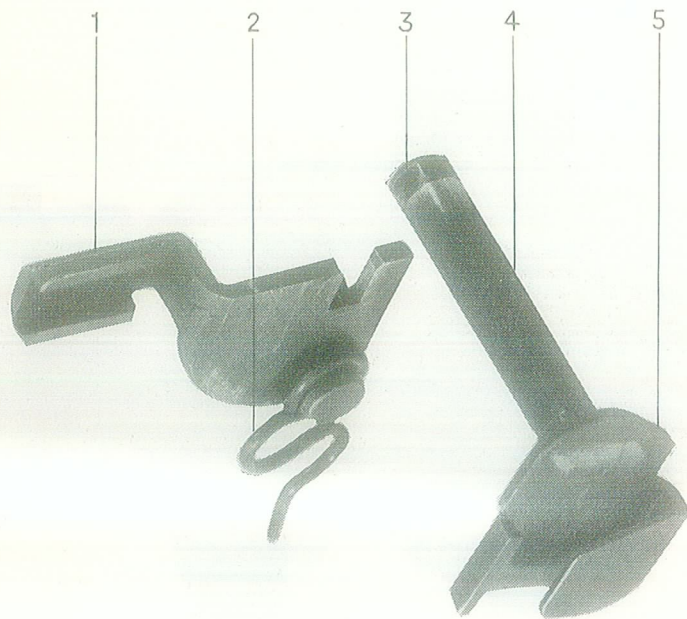

Fig. 17. - Selettore.
Il selettore (*fig. 17*) è costituito da una piastrina comando raffica (1) con perno e da un indice di tiro con molla a filo.
Fig. 17 a. - Posizione di automatico - semiautomatico.
Fig. 17 b. - Posizione di semiautomatico.
La piastrina reversibile per l'esclusione del tiro automatico (*fig. 17 a*), posta nella parte anteriore sinistra della culatta, presenta:
L'arma può essere predisposta a mezzo della piastrina reversibile per il funzionamento automatico-semiautomatico (*fig. 17 a*) o solamente semiautomatico (*fig. 17 b*).